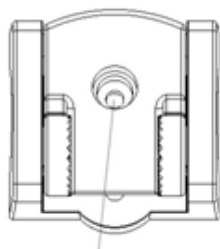

Рис.8
- 2) Когда окажется, что лучшее место для излучателя найдено, турель нужно отделить от державки и карандашом отметить третье отверстие (как на рис.8).